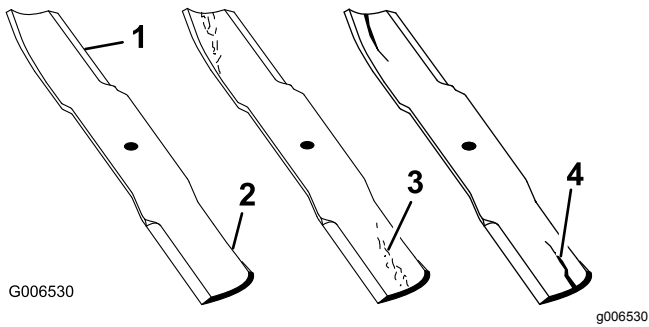

図 72
1. 刃先の部分を点検する 図 72。
4. ひび、磨耗、割れの発生などがあれば、直ちに新しいブレードに交換する 図 72。